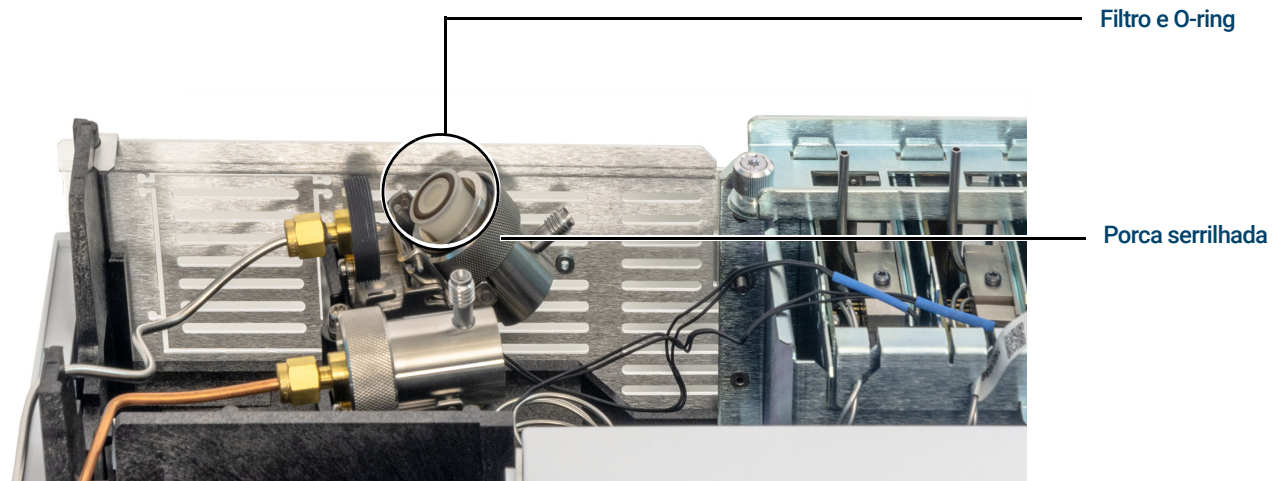

Figura 38. Porca serrilhada solta
- 4 Solte completamente a porca serrilhada que prende o trap do split vent, conforme mostrado na **Figura 38**.